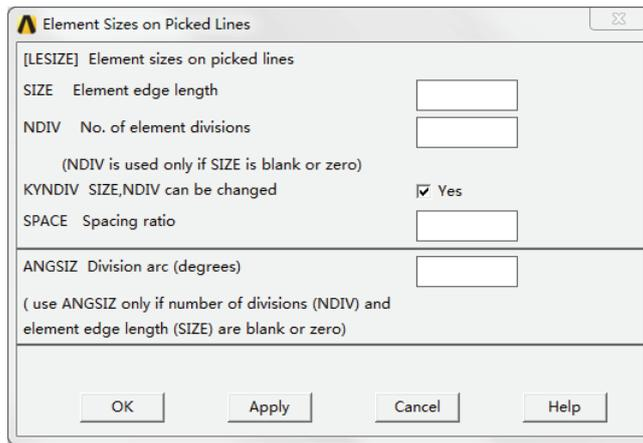

图 5-41 所选线单元尺寸控制对话框
2) 【Picked Lines】：拾取面的边界线，并设置其单元密度。单击该菜单项，弹出如图 5-41 所示的所选线单元尺寸控制对话框。